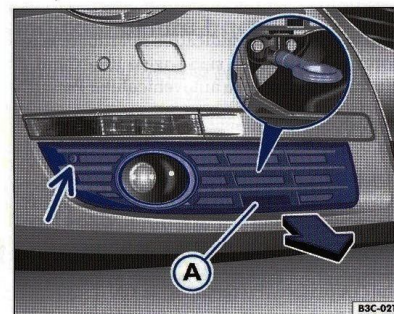

Fig. 49 În bara de protecție dreapta față: Înșurubarea inelului de remorcare.
Filetul pentru înșurubarea inelului de tractare se găsește în partea dreaptă din față, în bara de protecție ⇒ fig. 49. Pentru a avea acces la filet, trebuie să se demonteze capacul. Utilizați un obiect adecvat, cu care să înșurubați inelul de remorcare în locașul său.
– Desfaceți șurubul în cruce ⇒ fig. 49 (săgeata mică)
– Înșurubați inelul de remorcare spre stânga în filet ⇒ fig. 49 (imagine mărită) ⇒ .